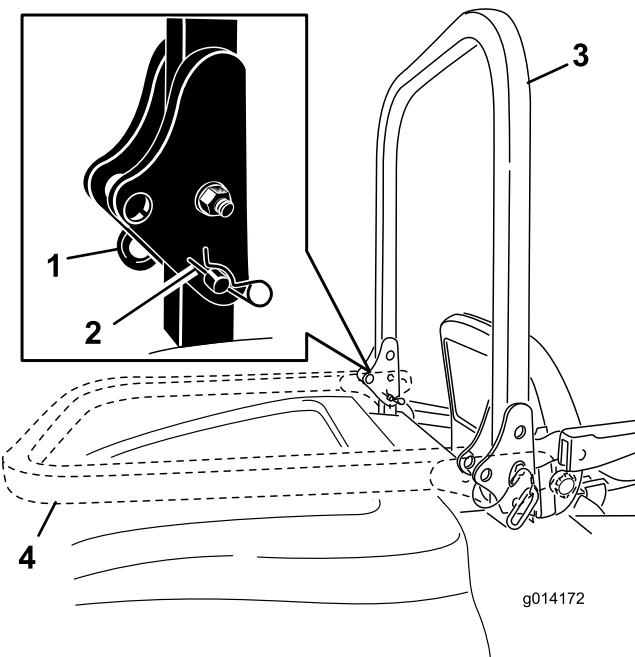

Figure 12
1. Pour abaisser l'arceau de sécurité, retirez les goupilles fendues, poussez l'arceau de sécurité contre les ressorts et retirez les deux goupilles (Figure 12).
2. Faites pivoter l'arceau de sécurité à la position abaissée (Figure 12).
3. Posez les deux axes et fixez-les avec les goupilles fendues (Figure 12).
4. Pour relever l'arceau de sécurité, retirez les goupilles fendues puis les deux axes (Figure 12).
5. Relevez complètement l'arceau de sécurité puis insérez les deux axes et fixez ces derniers avec les goupilles fendues (Figure 12).